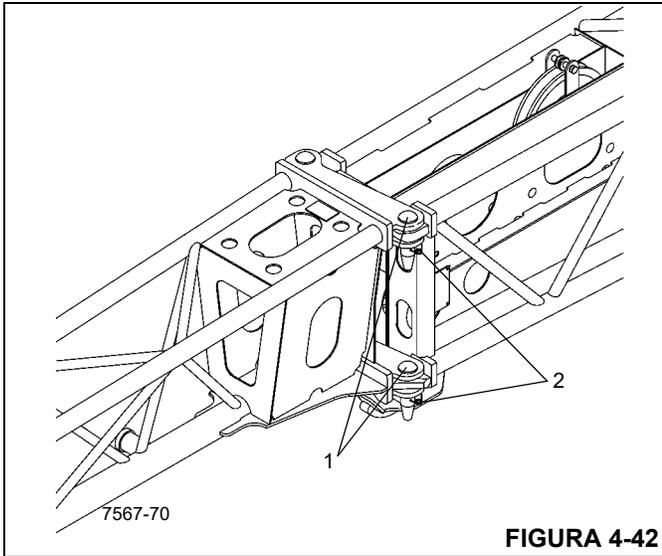

FIGURA 4-42
20. Utilizando el cable guía (Figura 4-42) para mantener el control, gire la extensión de 23 pies (7 m) a la posición elevada.
22. Retire las pinzas de retención y los pasadores (Figura 4-42) del sujetador. Instale los pasadores (1) en las orejetas de conexión y asegure con las pinzas de retención (2).